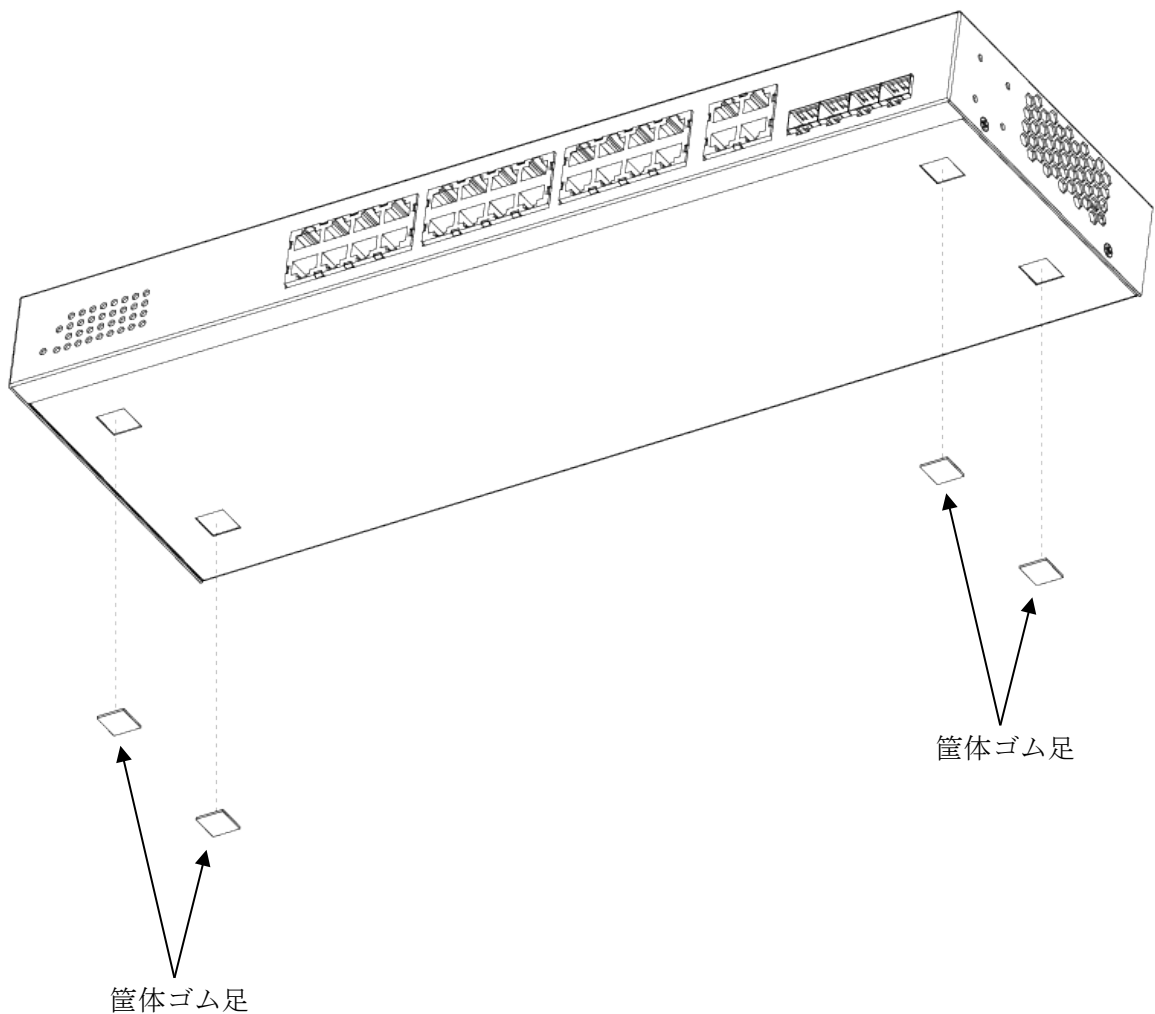

図 3-7 筐体ゴム足の取り付け方法
- (1) 筐体ゴム足の剥離紙をはがします。
- (2) 製品底面の四角い凹み部(4ヶ所)にゴム足を貼り付けます。(図 3-7 参照)